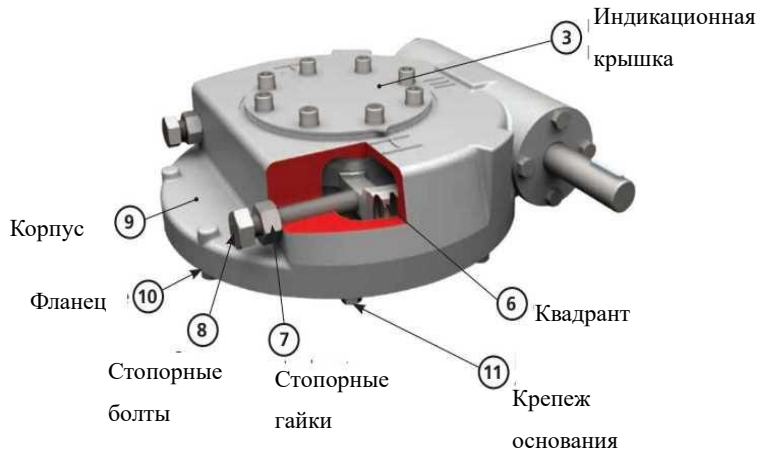

Рис. 4
- Используйте указатель на индикационной крышке редуктора (3) для оценки положения арматуры см. Рис. 4.
- Ослабьте контргайку (7), выверните ограничительный болт примерно на 3 полных оборота и нанесите небольшое количество силиконового герметика на резьбу, соединяющую болт и редуктор. Переведите редуктор в Закрытое положение арматуры и вверните ограничительный болт (8) до соприкосновения с червячной передачей (6). Выкрутите болт на один оборот и затяните контргайку (7), для фиксации стопорного болта. Откройте арматуру с помощью привода и повторите процесс настройки стопорного болта уже в открытом положении. При последующей настройке стопорных болтов необходимо повторно нанести силиконовый герметик на резьбовое соединение (См. рис. 4).